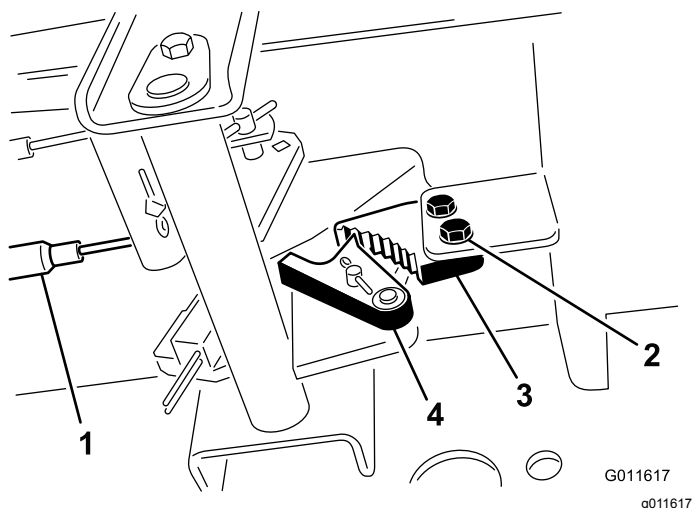

Figure 62
1. Desserrez les 2 vis qui fixent le cliquet du frein de stationnement au cadre (Figure 62).
2. Appuyez sur l'avant de la pédale du frein de stationnement jusqu'à ce que le verrou s'engage complètement sur le cliquet du frein (Figure 62).